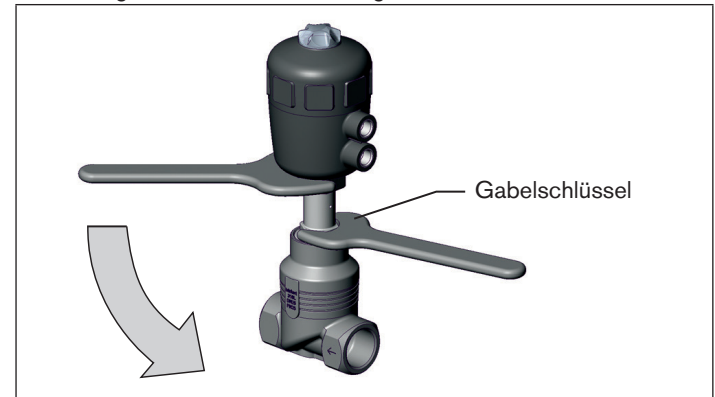

Bild 19: Drehen mit Gabelschlüssel
- ▶ Den Antrieb **nur im vorgegebenen Richtungssinn** drehen (siehe „Bild 19“).